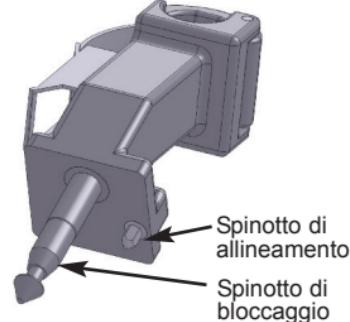

Figura 1. Adattatore Advincula Arch™
2. Inserire lo spinotto di bloccaggio dell'adattatore (fare riferimento alla Figura 1) nel foro di accoppiamento del braccio dell'UPS fino a fissarlo saldamente. Usare lo spinotto di allineamento per orientare correttamente l'adattatore.